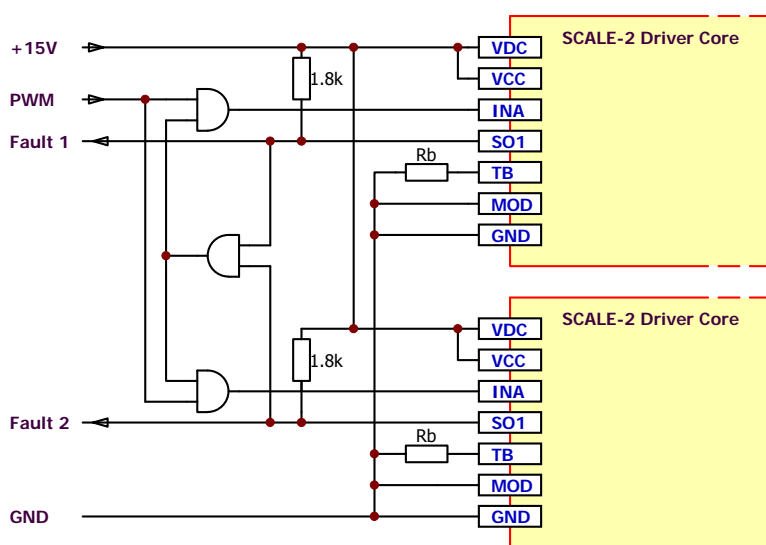

图 2: 推荐的双并联门极驱动器的原方接口示例
- 所有并联驱动器的电源电压 VCC 和 VDC（如果可用）必须来自同一电压源，以确保驱动器对称地运行（请参考图 2）。
- 所有并联驱动器的输入信号 INA 和 INB 必须来自同一逻辑缓冲器（驱动器），以确保延迟差异极小（请参考图 2）。
- 发生故障时，必须等待所有并联的驱动器的故障反馈端全部复位之后再做进一步操作，以确保所有并联的驱动器的阻断时间全都结束。可使用图 2 中的相应电路满足此要求。